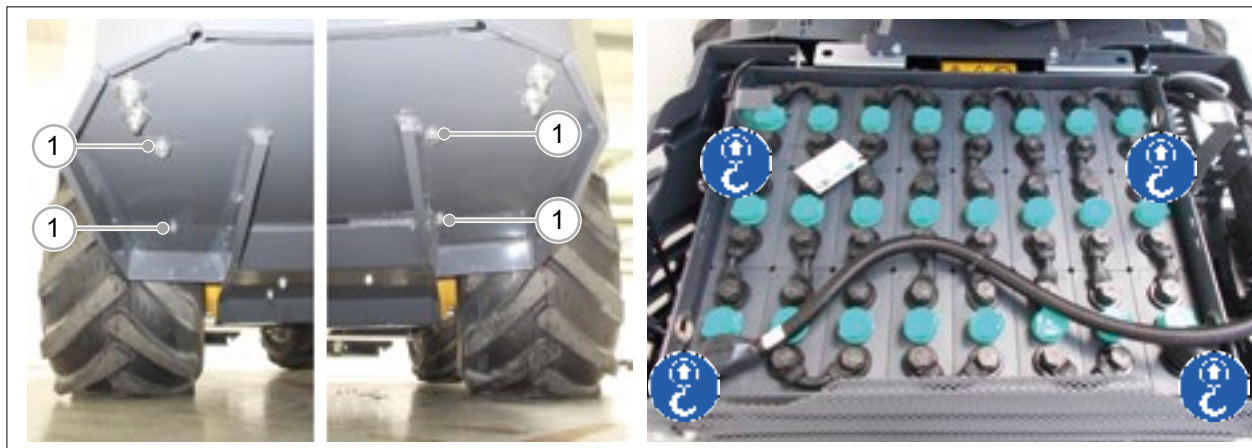

FIG. 49
- 4) Fjern de 4 bolte (**FIG. 49 - Ref.1**) som fastholder batteriet til maskinens chassis.